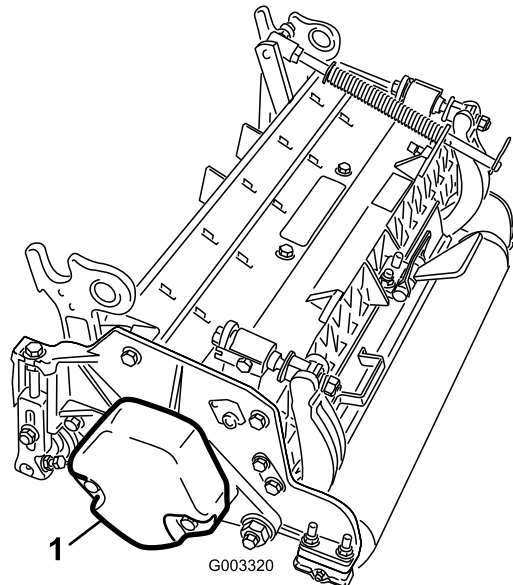

Bild 4
3. Stellen Sie sicher, dass das Gegengewicht (**Bild 4**) am richtigen Ende des Mähwerks montiert ist, wie in der *Bedienungsanleitung* des Mähwerks beschrieben.